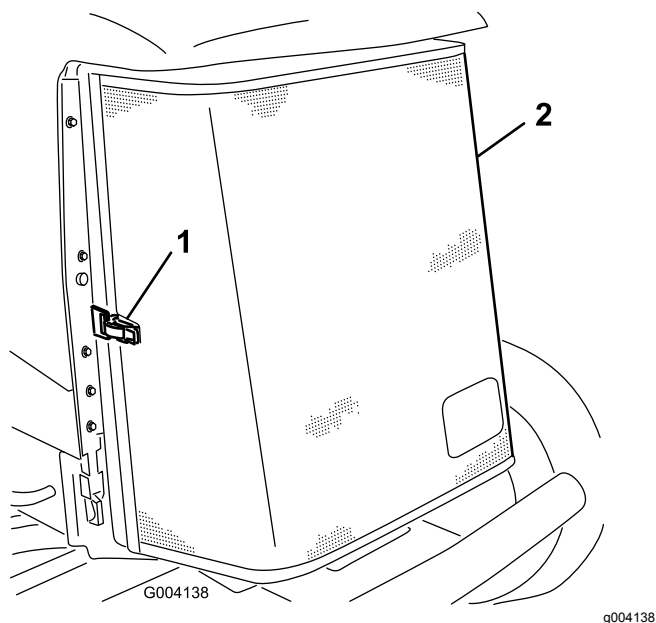

Figura 70
3. Sbloccate il morsetto e aprite la griglia posteriore (Figura 70).